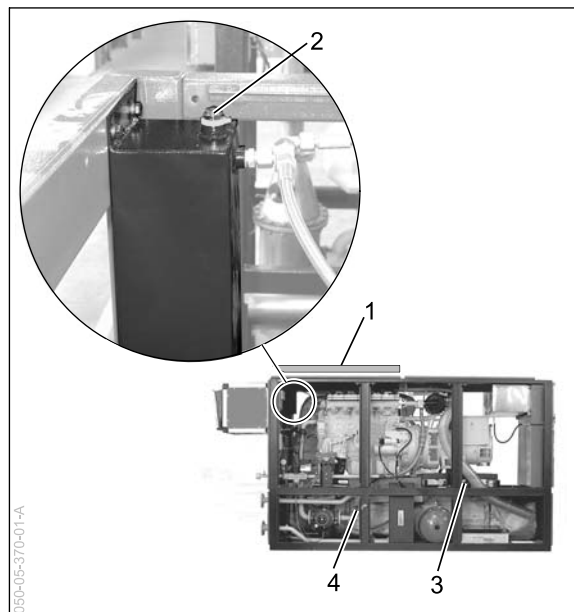

Рис. 2 Заливной патрубок для системы охлаждения двигателя на сепараторе вторичного потока газа
- Снять звукоизолирующую обшивку сзади сверху (Рис. 2, поз. 1).
- Выпустить воздух из системы охлаждения на сепараторе вторичного потока газа (Рис. 2, поз. 2).
- Выпустить воздух из системы охлаждения через распределитель охлаждающей жидкости (Рис. 2, поз. 3).
- Закрыть запорный кран на распределителе охлаждающей жидкости (Рис. 2, поз. 3) и снова отсоединить напорный рукав.
- Закрыть запорный кран на теплообменнике ОГ (Рис. 2, поз. 4) и снова отсоединить напорный рукав.